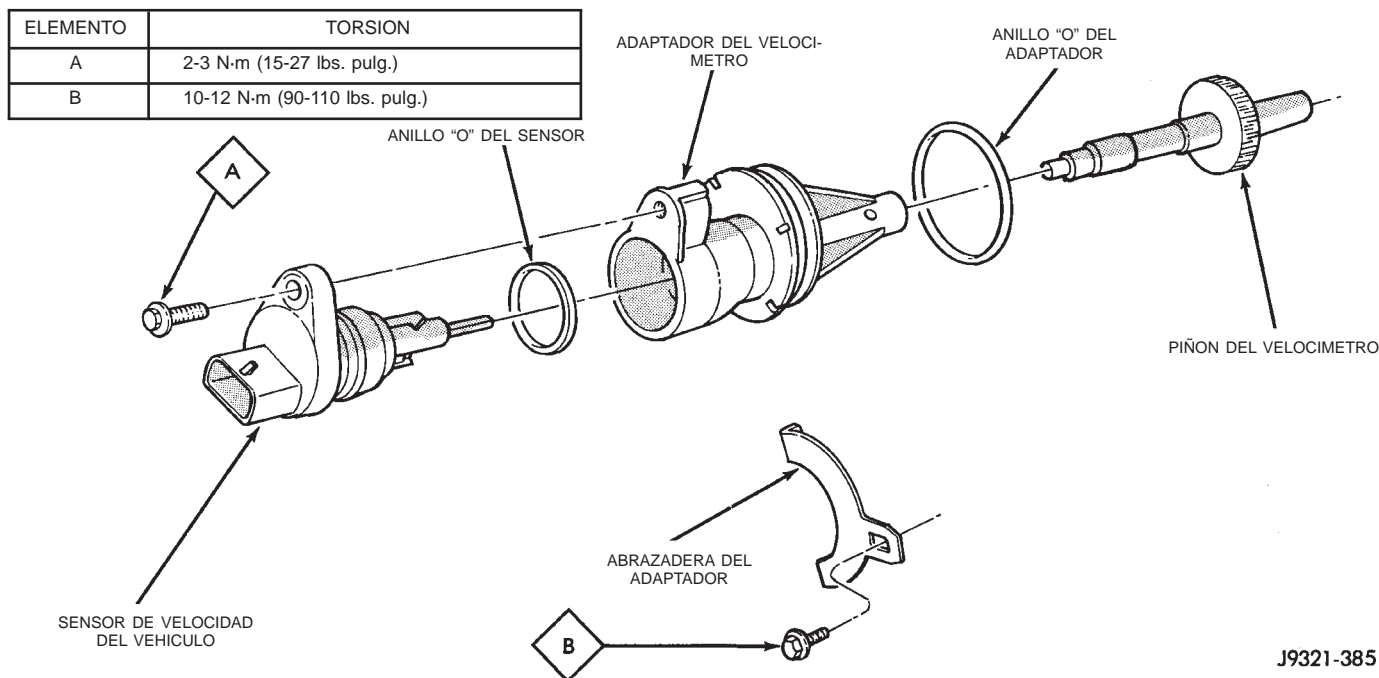
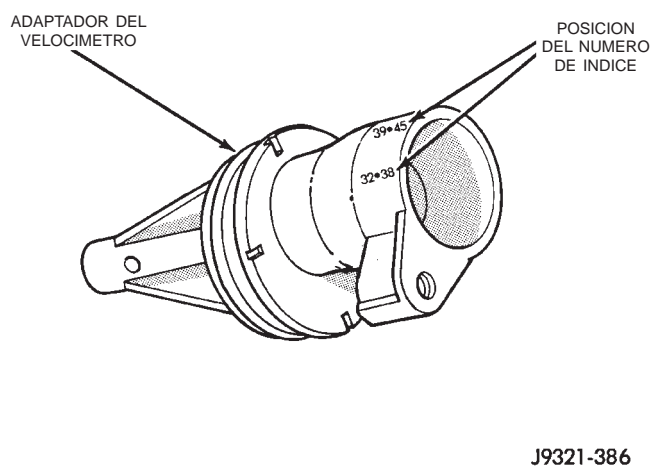

Fig. 26 Componentes del adaptador de piñón del velocímetro
Fig. 27 Números de índice en el adaptador de piñón del velocímetro
- (1) Eleve el vehículo.
- (2) Desconecte los cables del sensor de velocidad del vehículo.
- (3) Retire la abrazadera y el tornillo del adaptador (Fig. 26).
- (4) Retire el sensor de velocidad y el adaptador del velocímetro como conjunto.
- (5) Retire el tornillo de retención del sensor de velocidad y retire el sensor del adaptador.
- (6) Retire el piñón del velocímetro del adaptador.
- (7) Inspeccione los anillos O del adaptador y el sensor (Fig. 26). Retire y descarte los anillos O si están desgastados o dañados.
- (8) Inspeccione las espigas de terminal del sensor de velocidad. Limpie las espigas con limpiador para componentes eléctricos en aerosol Mopar® si estuviesen sucias u oxidadas. Reemplace el sensor si estuviese averiado o si las espigas estuviesen flojas, muy corroídas o dañadas.
- (1) Limpie a fondo el reborde del adaptador y la superficie de montaje del adaptador en la caja. Las superficies deben estar limpias para permitir la alineación correcta del adaptador y el funcionamiento del velocímetro.
- (2) Instale anillos O nuevos en el sensor de velocidad y en el adaptador del velocímetro si fuese necesario (Fig. 26).
- (3) Lubrique los anillos O del adaptador y el sensor con líquido de transmisión.
- (4) Instale el sensor de velocidad del vehículo en el adaptador del velocímetro. Apriete el tornillo de fijación del adaptador con una torsión de 2-3 N·m (15-27 lbs. pulg.).
- (5) Instale el piñón del velocímetro en el adaptador.
- (6) Cuente el número de dientes del piñón del velocímetro. Haga esto antes de instalar el conjunto en la cubierta. A continuación, lubrique los dientes del piñón con líquido de transmisión.
- (7) Tome nota de los números de índice del cuerpo del adaptador (Fig. 27). Estos números corresponderán al número de dientes en el piñón.
- (8) Instale el conjunto del velocímetro en la cubierta.
- (9) Haga girar el adaptador hasta que los números de rango requeridos se encuentren en la posición de las 6 horas. Asegúrese de que los números de índice